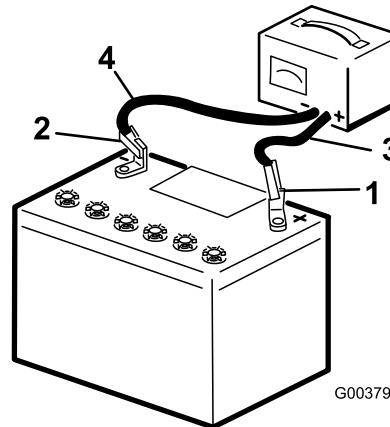

Figura 100
5. Conecte el cable positivo del cargador de la batería al borne positivo de la batería (Figura 100).
6. Conecte el cable negativo del cargador de la batería al borne negativo de la batería (Figura 100).
- Cuando la batería esté completamente cargada, desconecte el cargador de la fuente eléctrica, luego desconecte los cables del cargador de los bornes de la batería (Figura 100).